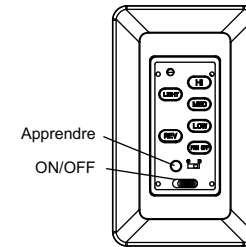

Fig. 31
Étape 1. Une fois l'installation terminée, appuyez sur le bouton LEARN pendant 3 secondes dans les 30 secondes une fois que la puissance AC est activée. Le ventilateur s'allume à vitesse moyenne et léger (s'il est installé) s'allumera. Cela confirme que le paramètre SMART SYNC est actif et correct. (Fig. 31)
Restaurer l'alimentation du ventilateur de plafond et tester pour le bon fonctionnement (Fig. 31)